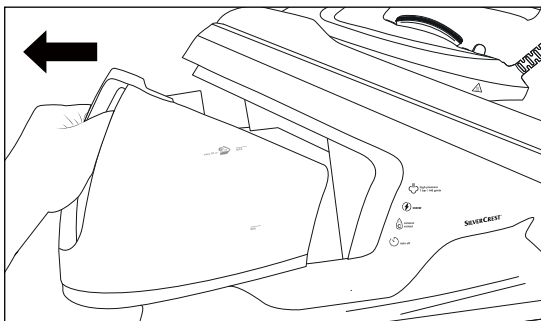

Fig. 3
- 2) Tire del depósito de agua 10 por el agarre para extraerlo de la estación de base (consulte la fig. 3).